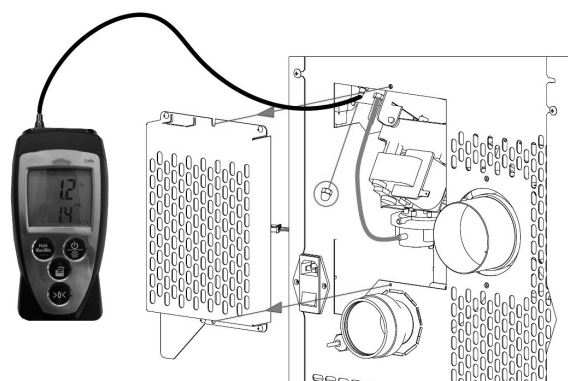

Fig. 81 - Connexion du pressostat numérique
- Connecter, au biais d'un tube en silicone, un pressostat numérique pour relever la dépression (voir **Fig. 81**).